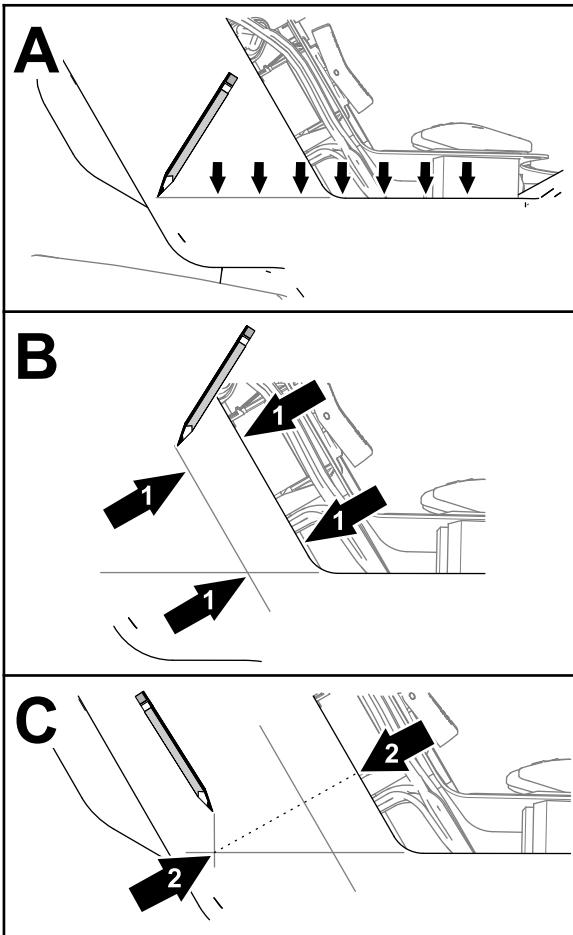

Figure 31
1. Tracez un trait horizontal sur le côté de la console de commande, comme montré à la Figure 31.
1. Tracez un trait parallèle à 30 mm de la face de la console de commande, comme montré à la Figure 31.
2. Tracez un trait d'intersection vertical à 65 mm de la face de la console de commande, comme montré à la Figure 31.